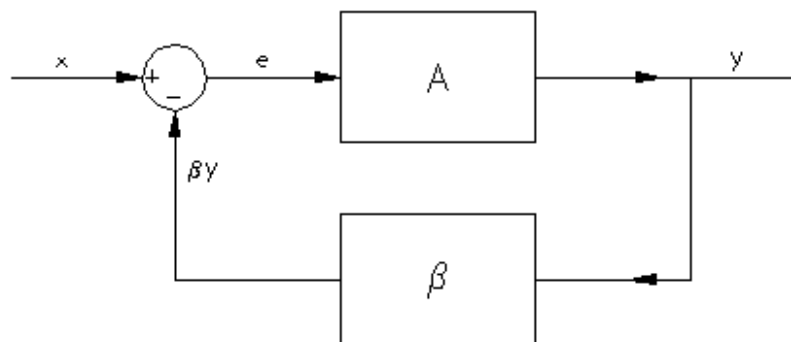
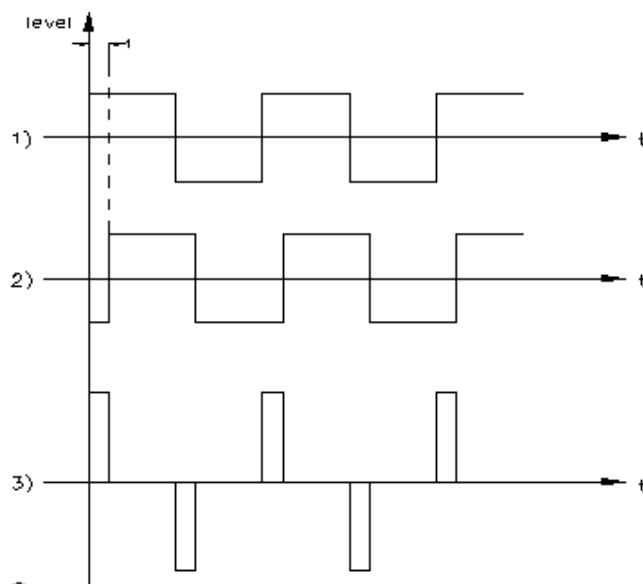

fig. 1
fig. 2
Vediamo in dettaglio cosa avviene negli amplificatori, in fig. 1 è mostrato il blocco di un amplificatore retroazionato: al segnale d'ingresso "x" viene sottratta una frazione pari a **B** volte (**B** è sempre inferiore all'unità) il segnale presente in uscita "y", tale differenza viene amplificata dal blocco **A** di **A** volte. L'amplificazione complessiva è data dalla formula:
Livelli di segnale così bassi divengono confrontabili con i livelli del rumore termico all'interno dei componenti (attivi o passivi), confrontabili cioè con i valori di tensione dovuti all'agitazione termica degli elettroni all'interno della materia. Ma attenzione, perché il nostro preamplificatore retroazionato, con un guadagno a catena aperta di circa 1.000 non amplifica di 1.000 volte il rumore presente nel suo ingresso, altrimenti avremmo un fruscio talmente elevato da coprire per intensità la musica stessa. No, tale rumore non lo sentiamo perché interviene la retroazione a ridurlo notevolmente. La retroazione, infatti, per ogni segnale (disturbi, rumore, distorsione) che si origina all'interno del blocco "A" (fig.1) e non presente come componente di "x" provvede, tramite il blocco B e il differenziale, a generare un segnale uguale ed opposto per annullarlo (in realtà lo riduce di circa 100 volte). Alla fine tale segnale si è amplificato non di 1.000 ma di 9,9 volte.
La conseguenza è che il segnale che viene inviato dal blocco B al differenziale non è uguale al segnale errore che si vuole sopprimere, essendo in ritardo rispetto a questo di una determinata unità di tempo, e per tale ragione non si riesce a sopprimerlo completamente. Vediamo, a titolo d'esempio, in fig. 2 cosa avverrebbe se il segnale di disturbo avesse la forma di un'onda quadra: al segnale disturbo (1) verrebbe sottratto il segnale di correzione (2), proveniente dal blocco B in ritardo del tempo "t", tale ritardo non permette la cancellazione del segnale risultante (in realtà non si cancellerebbe comunque ma, come detto sopra, verrebbe ridotto di 100 volte), e ciò che ne deriva è mostrato in (3), componente che, oltretutto, sommandosi a "e" (fig.1) viene amplificata 1.000 volte.